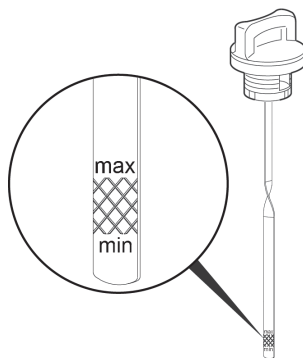

Рис. 10 Уровень масла в картере двигателя
5. Аккуратно вытащите щуп и осмотрите его. Уровень масла должен соответствовать верхней отметке «max» на щупе (Рис. 10).
4. Аккуратно извлеките щуп и осмотрите его. Уровень масла должен соответствовать верхней отметке на щупе. При недостаточном уровне масла в картере необходимо долить чистое масло до верхней отметки «max» на щупе (Рис. 10).